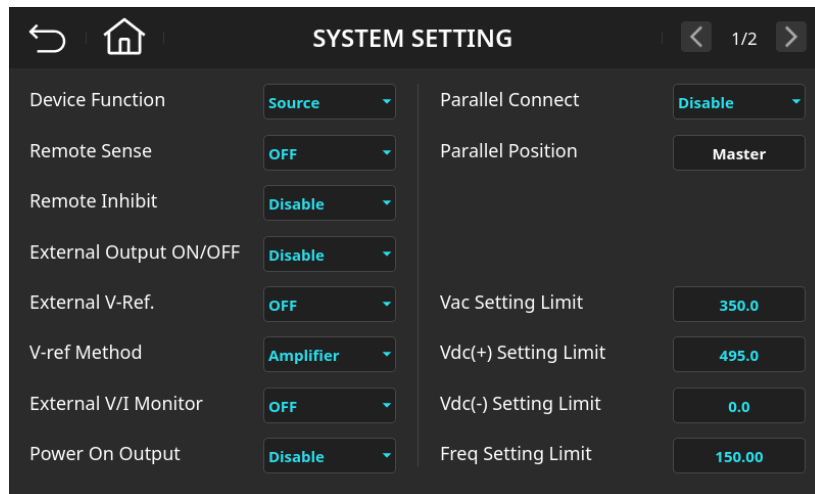

图 6-13 系统功能设定页面(Vdc(-) Setting Limit=0.0)
2. 输入 **0** 后按下 **Enter** 键，数值变更成“0.0”，如图 6-13 所示。